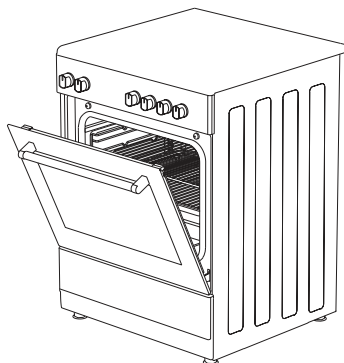

Figure 28
3. Placez le panneau de sécurité sous le panneau de commande en ouvrant la vitre avant du four. (Figure 28)